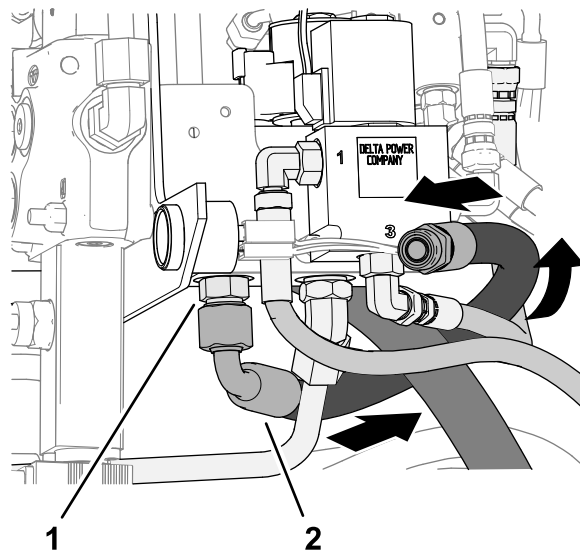

Figure 25
1. Branchez le raccord à 90° du flexible de 41,9 cm sur le raccord droit de l'orifice P de la vanne à faible débit (Figure 25).